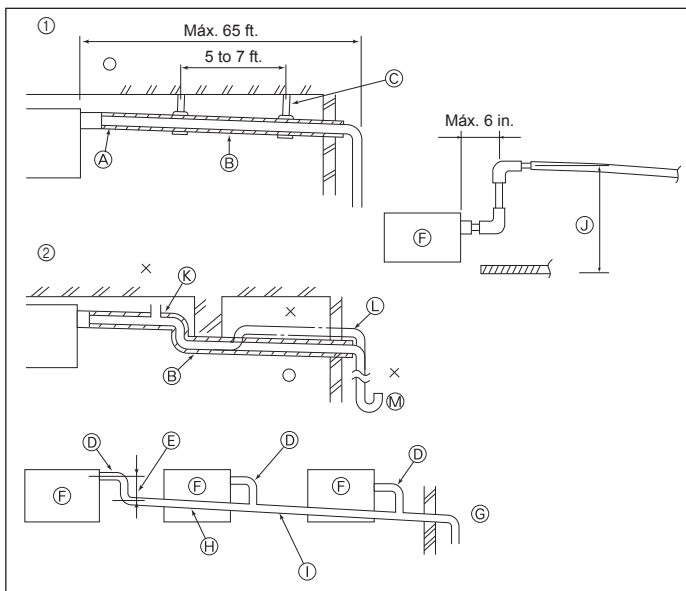

Fig. 4-5
4.5. Tubería de drenaje (Fig. 4-5)
- ① Tubería correcta
- ② Tubería incorrecta